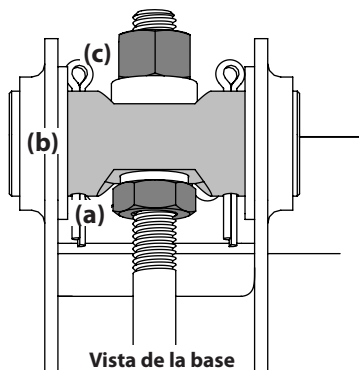

Figura 4-8
- Con una llave, eleve la parte delantera de la plataforma, para lo que debe aflojar las tuercas de seguridad (a) al frente del pasador de pivote (b) y luego ajuste las contratuercas (c) en la parte posterior de dicho pasador para elevar la parte delantera de la plataforma y sujetarla en su lugar. Consulte Figura 4-8.
- Con una llave, baje la parte delantera de la plataforma, para lo que debe aflojar las tuercas de seguridad (c) de la parte posterior del pasador de pivote (b) y luego ajuste la contratuercas (a) en el frente de dicho pasador para bajar el frente de la plataforma y sujetarla en su lugar. Consulte Figura 4-8.